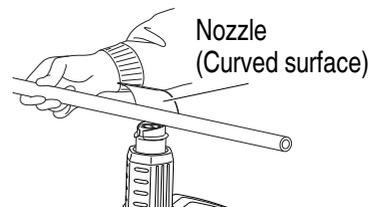

Fig. 9
4. Forming resin pipes (**Fig. 9**)